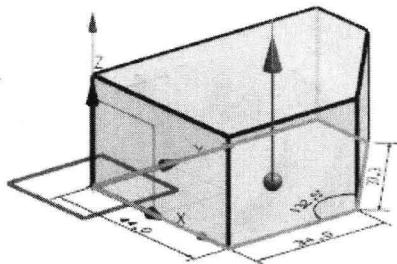

图1-9 拉伸直接草图轮廓
- Direct Sketch工具条仍处于激活状态下，单击Extrude按钮，NX会自动选择刚才创建的草图轮廓作为拉伸截面线，如图1-9所示，拉伸距离不限。